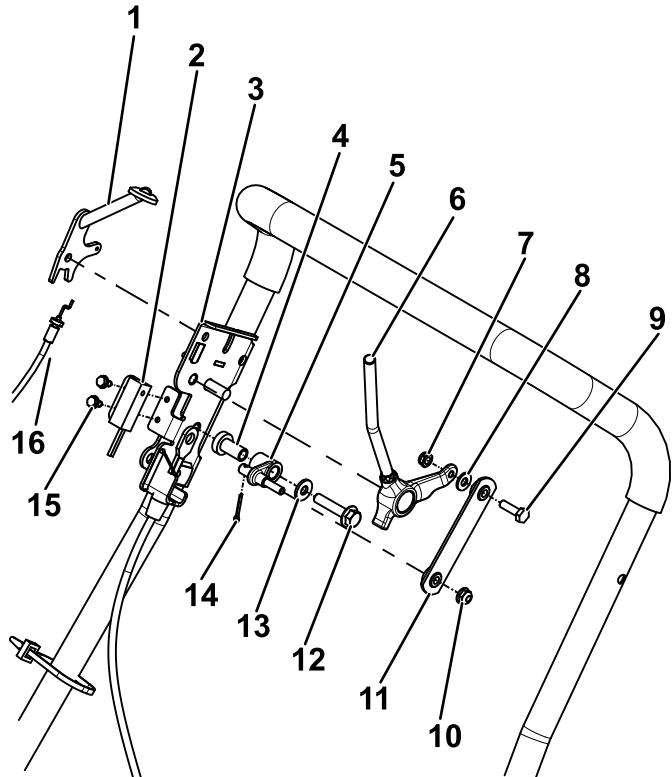

図 7
- 8. 走行ブラケットをハンドルに取り付ける先ほど外したねじ類を使用する **図 7**。
- 9. 走行レバー、ピボット、リンクを取り付けるキットに入っているねじ類を使用する **図 7**。
- 10. 近接スイッチを取り付ける先ほど外したねじ類を使用する **図 7**。
13. スロットルレバーを取り付ける先ほど外したねじ類を使用する 図 7。